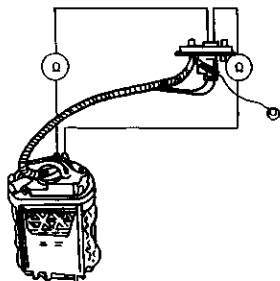

图 2-88 检查密封凸缘与
4) 如果电压额定值没有达到，则根据电路图查找并消除电路中的断路故障；如果达到了额定值，旋下密封凸缘紧固大螺母。检查密封凸缘和燃油泵之间的导线是否断路故障，如图 2-88 所示。如果没有发现断路情况，说明燃油泵有故障，应进行更换。